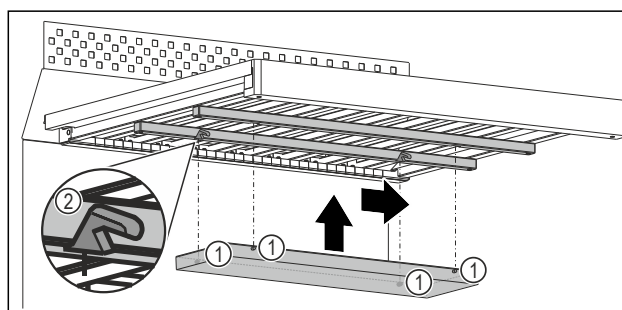

Fig. 97 Ilustrační zobrazení
- Každý kolík Fig. 97 (1) zasuněte do odpovídajícího vybrání Fig. 97 (2) v lištách pod dřevěným roštem.